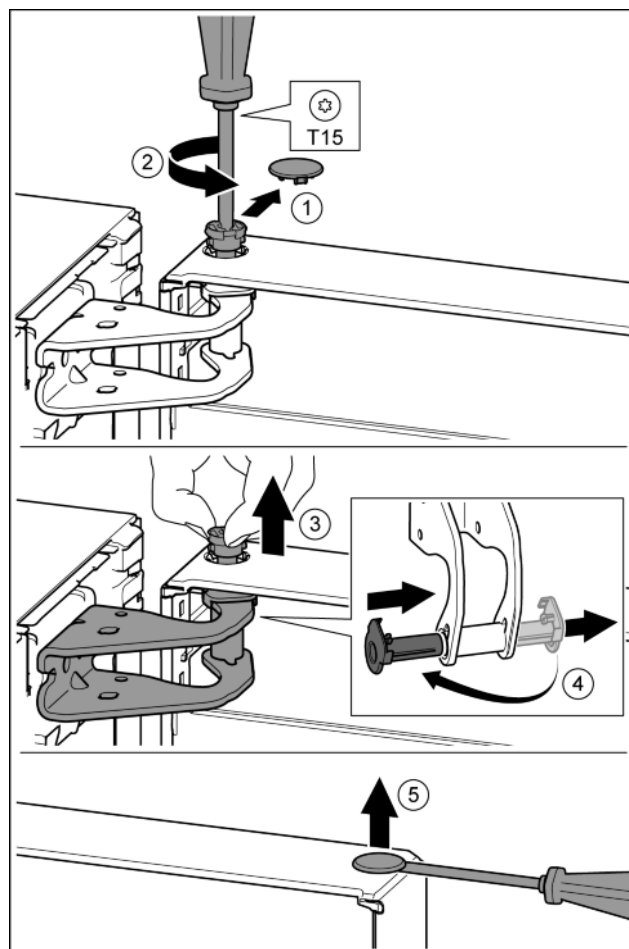

Fig. 10
- Bezpečnostní kryt opatrně stáhněte. Fig. 10 (1)
- Šroubovákem T15 o kousek vyšroubujte čep. Fig. 10 (2)
- Dveře držte a čep vytáhněte prsty. Fig. 10 (3)
- Vytáhněte ložiskové pouzdro z vedení. Vložte z druhé strany a zaklapněte. Fig. 10 (4)
- Plochým šroubovákem opatrně nadzvedněte zátku z ložiskového pouzdra dveří a vytáhněte ji. Fig. 10 (5)